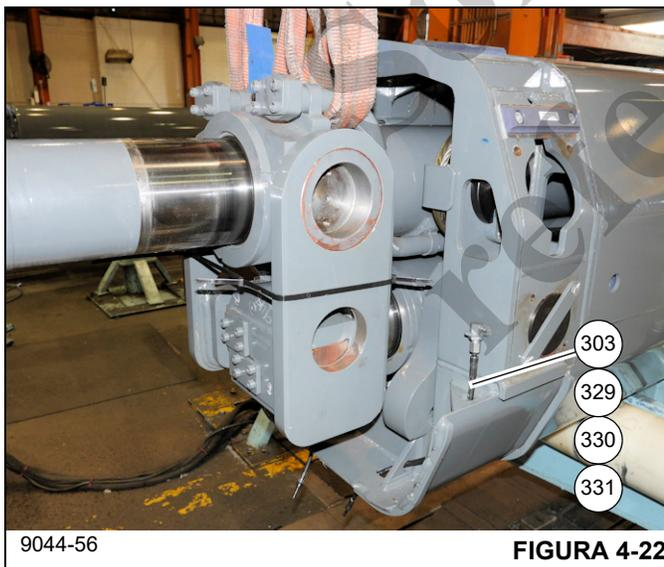

FIGURA 4-22
31. Retire la manguera de engrase (303) y adaptadores (329, 330, 331) de la parte trasera de la sección telescópica 2 (301) (lados izquierdo y derecho) (vea la Figura 4-22).